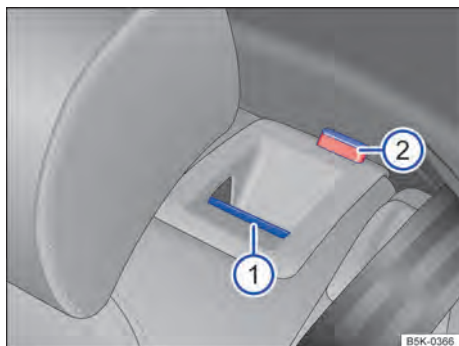

Fig. 64 No encosto do banco traseiro: botão de destravamento.
- Puxar o botão de destravamento → **Fig. 64**  para frente e, ao mesmo tempo, rebater o encosto do banco traseiro para frente.
- A respectiva parte de encosto do banco traseiro estará destravada quando a marcação vermelha → **Fig. 64**  estiver visível.
- A marcação vermelha → **Fig. 64**  não pode mais estar visível.